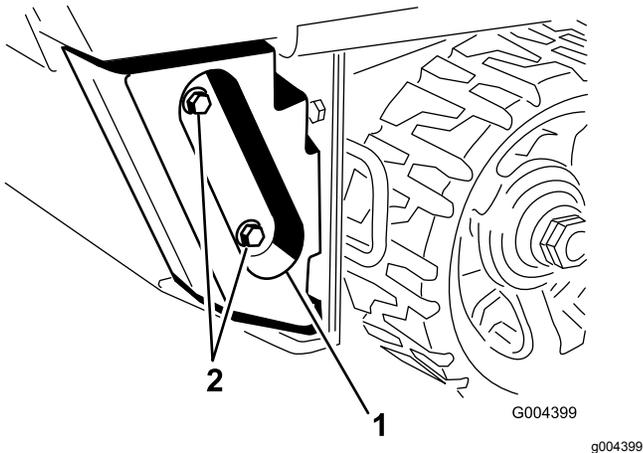

Figure 1
6. Sur les modèles série TX 400, déposez les contrepoids et leurs fixations à l'arrière de la machine et rangez-les en lieu sûr (Figure 1).